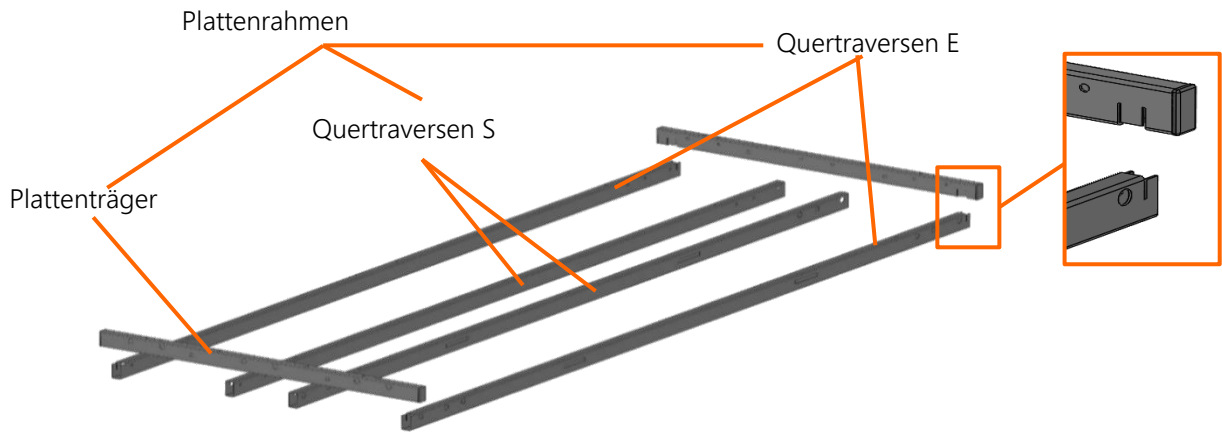
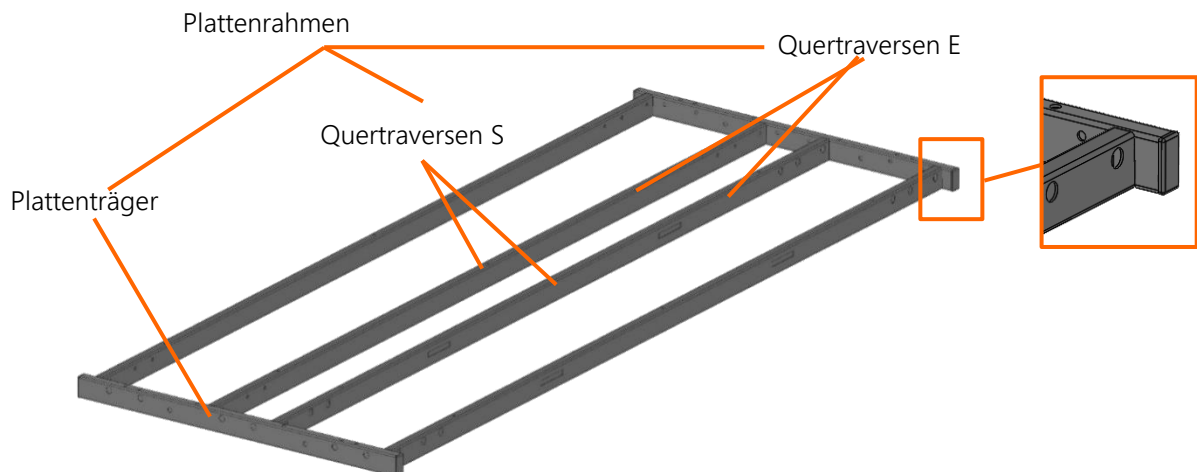

Abbildung 11 Montage des Plattenrahmens 2-Bein System
Abbildung 12 Montage Plattenrahmen 2-Bein System
Bei der Montage des Plattenrahmens werden die Quertraversen E und S wie in Abbildung 11 dargestellt auf den Boden gelegt. Im nächsten Schritt werden die Plattenträger in die beiden Quertraversen E eingehängt. Der endgültig montierte Plattenrahmen ist in Abbildung 12 dargestellt.
- ➔ Die zwei Quertraversen S werden wie in der Abbildung 12 beschrieben mit den Hülsen (12 Stück) und den Schrauben M6x25 (12 Stück) an den Hubelementen befestigt.